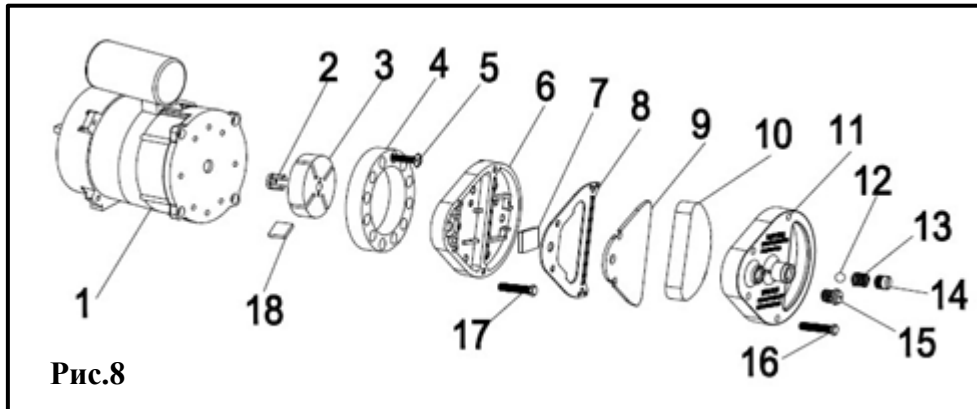

Рис.8
Выполните очистку воздушных фильтров. Снимите торцевую крышку фильтра (11), промойте входной воздушный фильтр (10) при помощи мягкодействующего моющего средства и тщательно высушите, затем установите на место. Замену напорного фильтра (9) выполнять раз в год (Рис.8).